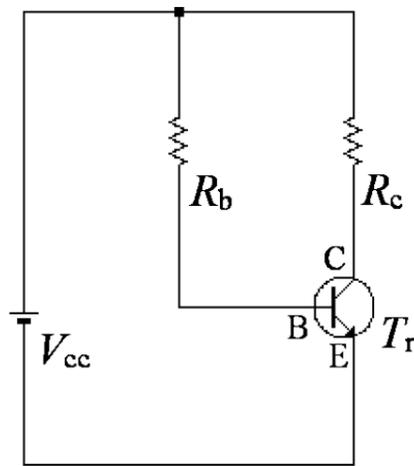

図1 回路図
- (1) 図1において、ベース・エミッタ間電圧 $V_{BE} = 0.6\text{ V}$ とした場合、ベース電流 I_B を求めなさい。